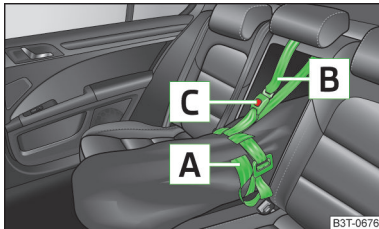

Abb. 98
- Das Zugband **A** am freien Ende um die Skier vor den Bindungen festziehen » Abb. 98.
- Nach dem Beladen mit Skiern muss der Durchladesack mit dem Sicherungsband **B** » Abb. 98 gesichert werden.